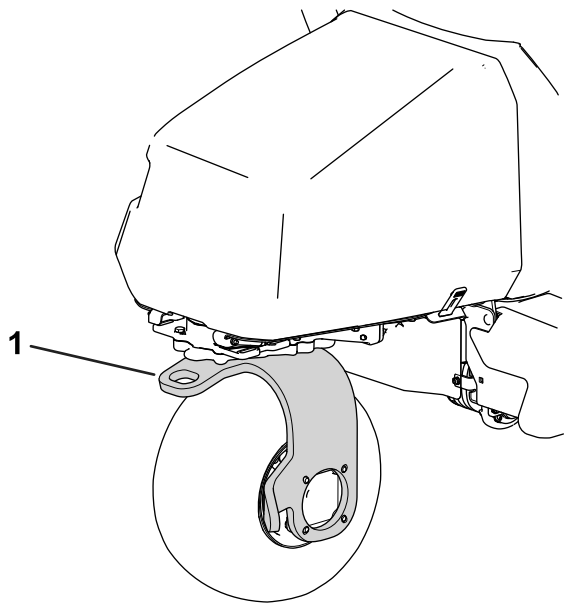

図 33
11. マシンの後キャストフォークに牽引ロープを取り付けて牽引する 図 33。